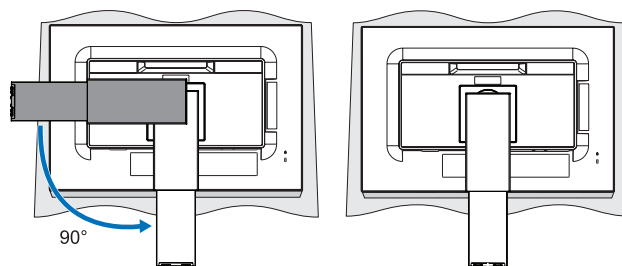

Figure 1
1. Placez le moniteur face vers le bas sur une surface non abrasive (**Figure 1**).
2. Faites tourner le support de 90 degrés, comme illustré par la **Figure 1**.